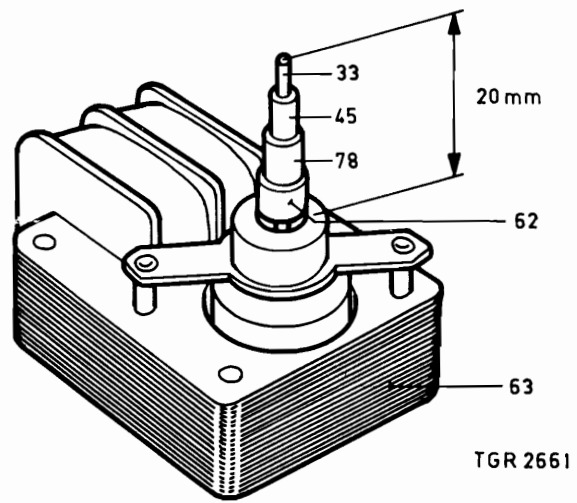

Fig. 1
- b. Service-poelie 62 (fig. 1)
- b. Service-Pulley 62 (Abb. 1)
- b. Puleggia di sostituzione 62 (fig. 1)
- b. Polea de recambio 62 (Fig. 1)
b. Servicetrissa 62 (fig. 1)